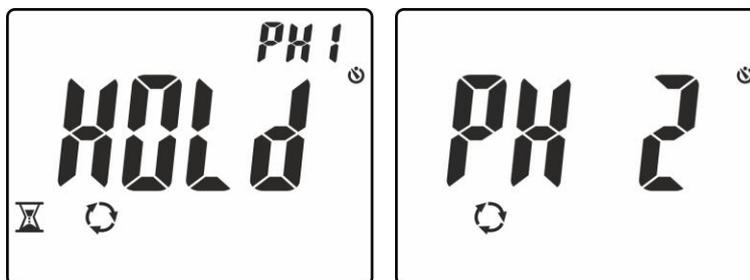

Fig. 14: Riconoscimento fase L1 e attesa per fase L2
4. In condizioni corrette di tensione e frequenza, lo strumento mostra il messaggio “**HOLD**”, i simboli e “PH1” ed emette un suono continuo in attesa del riconoscimento di un valore stabile di tensione sulla fase L1 (vedere Fig. 14 – parte sinistra)
5. **Non rimuovere il puntale dalla fase L1** fino alla visualizzazione del messaggio “**PH 2**” lampeggiante a display (vedere Fig. 14 – parte destra)